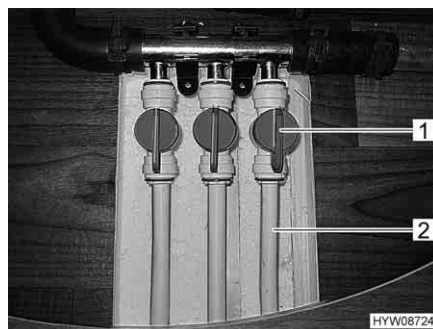

Fig. 109 Valvole di mandata del riscaldamento a pavimento
- Regolare la maniglia (Fig. 109,1) sulla valvola di mandata della linea desiderata (Fig. 109,2) in posizione parallela rispetto alla tubatura del riscaldamento. Questa linea del riscaldamento a pavimento lavora così alla massima potenza.
- Regolare la maniglia (Fig. 109,1) sulla valvola di mandata della linea desiderata (Fig. 109,2) in una posizione qualsiasi. In questo modo la potenza del riscaldamento di questa linea può essere regolata in modo continuo.
- Regolare la maniglia (Fig. 109,1) sulla valvola di mandata della linea desiderata (Fig. 109,2) in posizione trasversale rispetto alla tubatura del riscaldamento. Questa linea del riscaldamento a pavimento ora è disinserita.